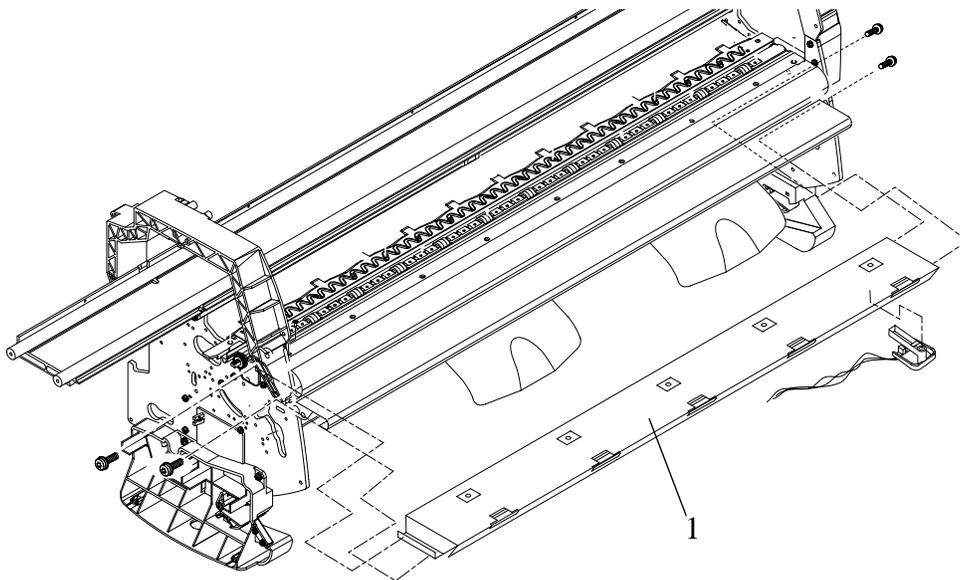

Figura 80: "Center Guide"
Consulte de la Figura 78 a la Figura 80.
5. Quite el "center guide" (item 1) (consulte la Figura 80):